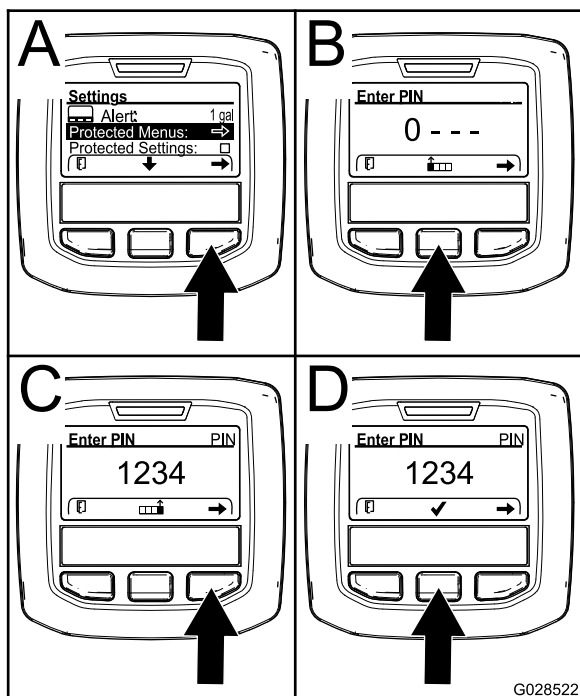

Bild 71
3. Drücken Sie die rechte Auswahl taste, um „Geschützte Menüs“ auszuwählen (A in Bild 71).
- Drücken Sie die mittlere Auswahl taste (B in Bild 71), um den numerischen Wert zu erhöhen (0 bis 9).
- Drücken Sie die rechte Auswahl taste (C in Bild 71), um den Cursor auf die nächste numerische Stelle nach rechts zu verschieben.
- Hinweis:** Das Häkchen-Symbol wird über der mittleren Auswahl taste angezeigt (D in Bild 71).
6. Drücken Sie die mittlere Auswahl taste (D in Bild 71), um das Kennwort einzugeben.